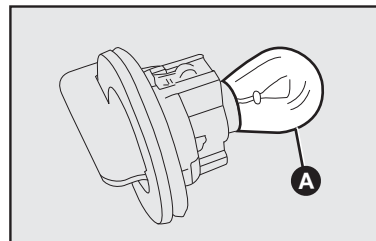

fig. 15
- 2) Retirar a lâmpada **A-fig. 15**, empurrando-a um pouco e girando-a em sentido horário.